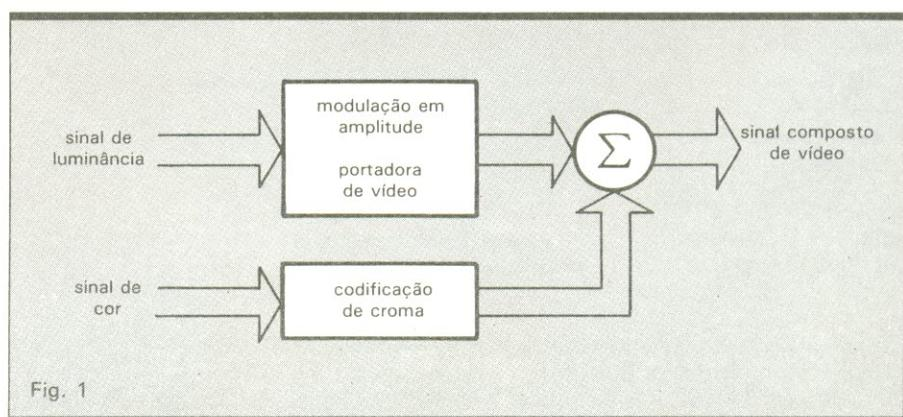

Fig. 1
nal de croma é transmitido dentro do mesmo espectro de freqüências que o sinal de luminância e, para que ambos não se misturem, cada um possui codificação própria. A codificação do sinal de luminância é simplesmente representada pela modulação em amplitude (AM) de uma portadora. A codificação do sinal de croma é mais complexa, pois este deve transportar duas informações distintas (R-Y e B-Y) dentro de uma mesma portadora, denominada subportadora, pois é intercalada no sinal de luminância (fig. 1). A freqüência da subportadora, os sinais de sincronismo e o sistema de transmis-